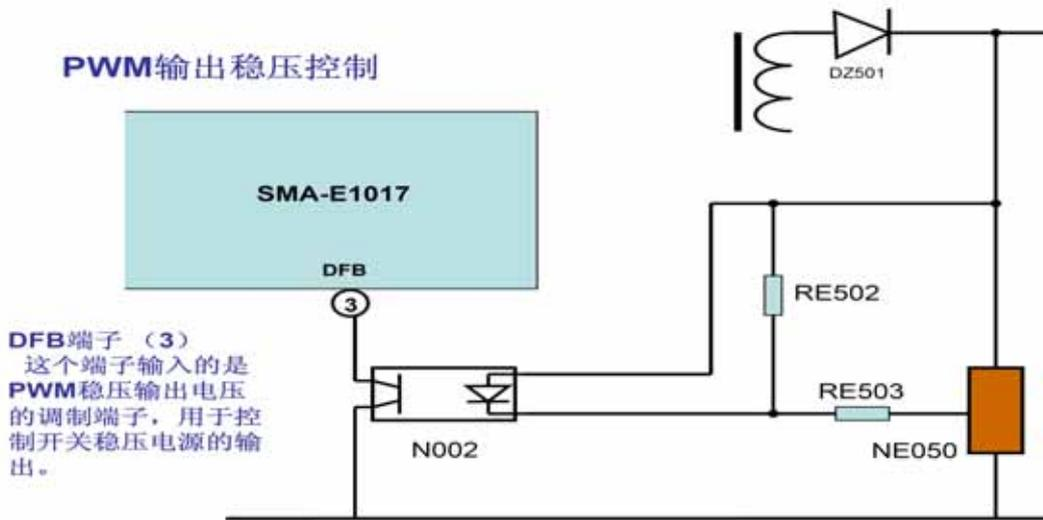

图 13 PWM 稳压控制
**#3 脚:** 12V、14V 稳压输出控制端，参见图 13。由基准电源 NE050、RE502、RE503、N002 组成，NE050 中间的端子是基准电压，精确选择 RE502、RE503 的阻值，可以控制流过 N002 的电流，使输出电压为标准值。